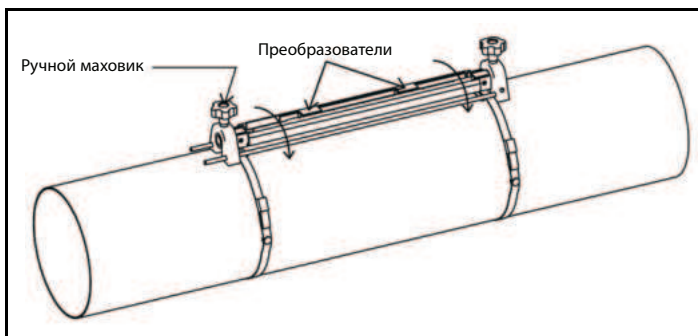

Рис. 12. Преобразователи развернуты в контролируемое положение
- a. ослабьте крепления обоих преобразователей и поверните крепежное приспособление, так чтобы преобразователи были хорошо видны (см. рисунок 12 ниже);
- a. поверните крепление, таким образом чтобы преобразователи были хорошо видны (см. Рис. 12 на стр. 12);